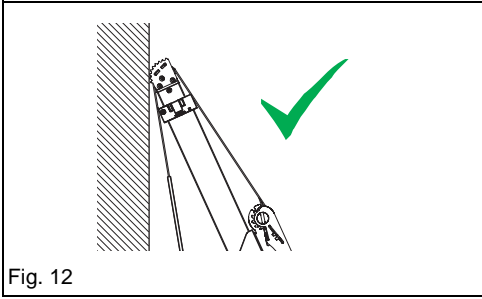
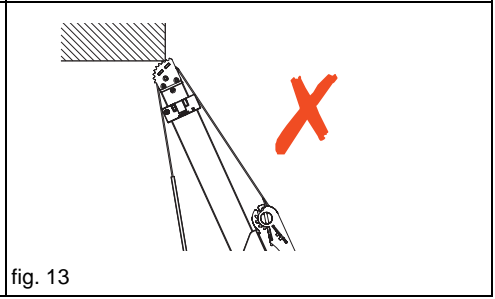

Fig. 12
fig. 13
- 将 V 形撑杆的夹头倚靠车辆的某个垂直平面放置。不要将夹头放置在水平面或边缘下方。参见 Fig. 12 和 fig. 13。当张力带张紧时，夹头会被牢牢地向下拉并倚靠在车辆上，以保持稳定。